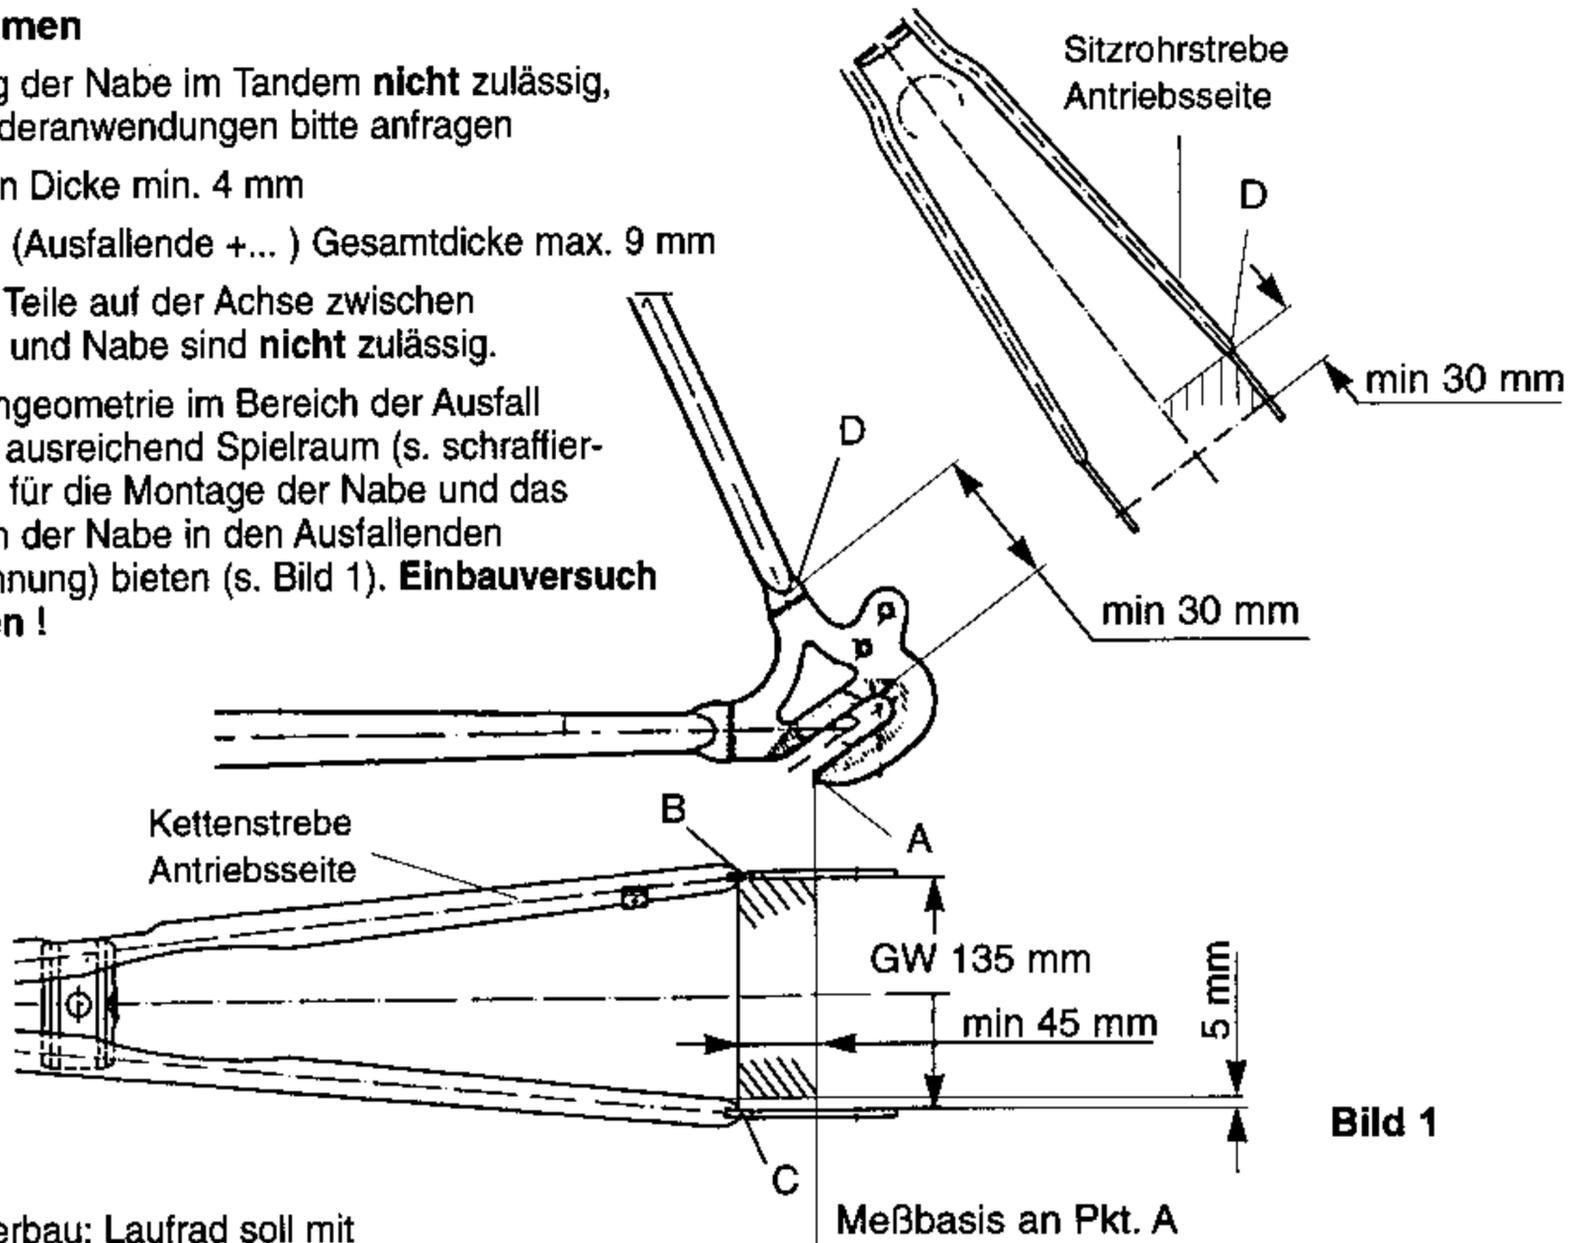

Bild 1
- Die Rahmengeometrie im Bereich der Ausfallenden muß ausreichend Spielraum (s. schraffierter Bereich) für die Montage der Nabe und das Verschieben der Nabe in den Ausfallenden (Kettenspannung) bieten (s. Bild 1). **Einbauversuch durchführen!**